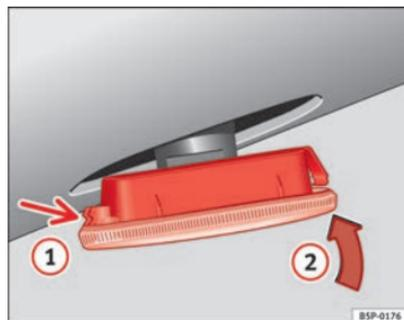

Fig. 205 Luz indicadora de mudança de direção lateral
- Primeiro, coloque a luz indicadora de mudança de direção no orifício da carroçaria, encaixando as patilhas ⇒ Fig. 205, seta ①.
- Encaixar a lâmpada como indica a seta ② ⇒ Fig. 205.